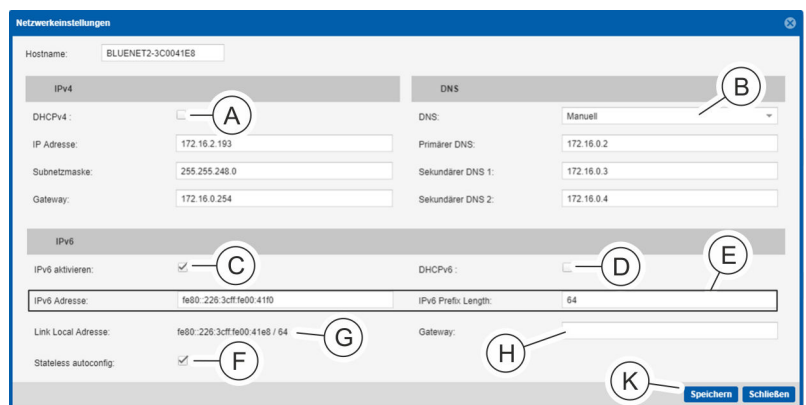

Abb. 136: Fenster "Netzwerkeinstellungen"
- Im Fenster "Netzwerkeinstellungen" im Bereich „IPv4“ die Checkbox „DHCPv4“ aktivieren (Abb. 136/A).
Im Bereich „DNS“ (Abb. 136/B) den Parameter "DHCPv4 bevorzugen" oder "DHCPv6 bevorzugen" auswählen.
- Im Bereich „IPv6“ ggf. die Checkbox „IPv6 aktivieren“ (Abb. 136/C) anklicken. Wenn „IPv6“ aktiviert ist, wird eine „Link Local Adresse“ (Abb. 136/G) automatisch auf der PDU gesetzt.
5. ➤ Wenn die Checkbox „IPv6 aktivieren“ angeklickt ist, bei Bedarf die Checkbox „DHCPv6“ (Abb. 136/Ⓣ) aktivieren.
Alternativ die Checkbox „DHCPv6“ nicht aktivieren und IPv6-Adresse und IPv6-Prefix-Length manuell eintragen (Abb. 136/Ⓢ).
6. ➤ Bei Bedarf im Bereich „IPv6“ einen Gateway eintragen (Abb. 136/Ⓣ).
7. ➤ Bei Bedarf im Bereich „IPv6“ die Checkbox „Stateless autoconfig“ (Abb. 136/Ⓢ) aktivieren.
8. ➤ Eingabe über die Schaltfläche „Speichern“ (Abb. 136/Ⓚ) bestätigen.